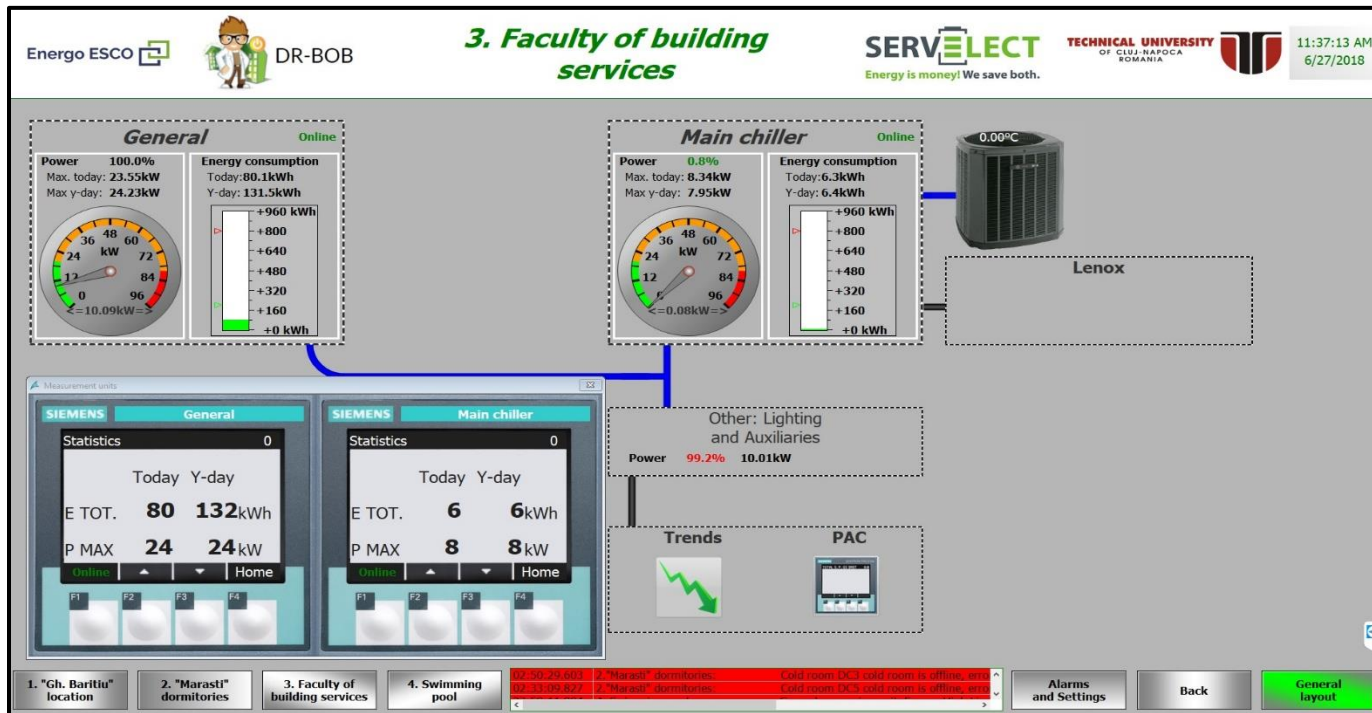

Fig.14b. PAC-uri Instalații
- PAC - conduce la fereastra din Fig.14b.